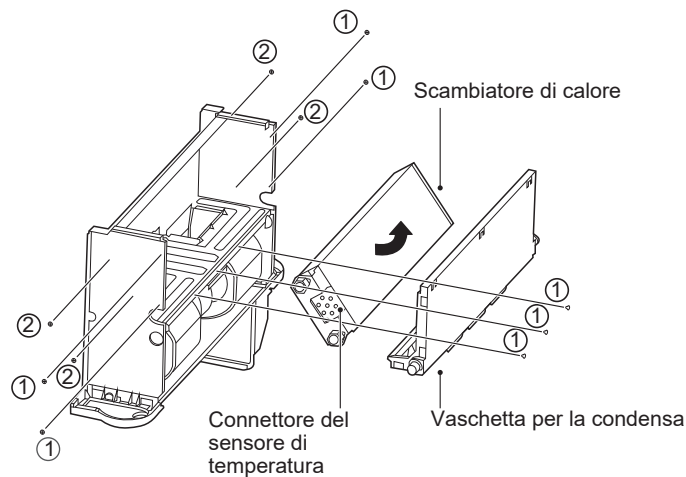

Figura 5-18
① \*2 e ② \*2 e poi la custodia.
Come mostrato nella Figura 5-18, rimuovere le viti ① \*2 e ② \*2.
① \*7 per rimuovere la vaschetta della condensa.